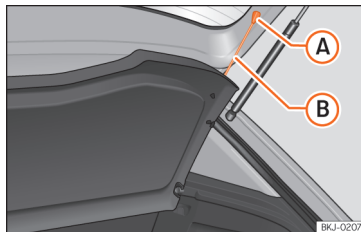

Abb. 136 Im Gepäckraum: Gepäckraumabdeckung aus- und einbauen.
- Hängen Sie die Haltebänder **>>>** **[Abb. 136]** **(A)** aus den Aufnahmen **(A)** aus.
- Hängen Sie die Haltebänder **>>>** **[Abb. 136]** **(B)** an der Heckklappe ein.